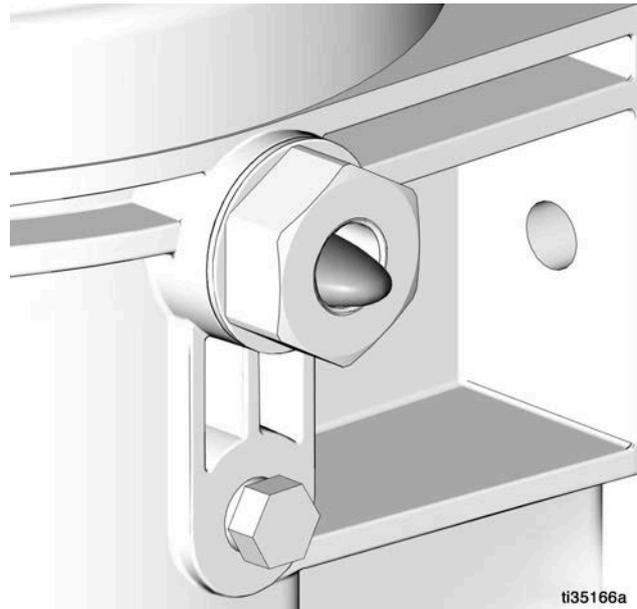

FIG. 21
2. Haga funcionar la bomba únicamente hasta que no salga aire con lubricante por el accesorio de conexión del elemento (FIG. 21).